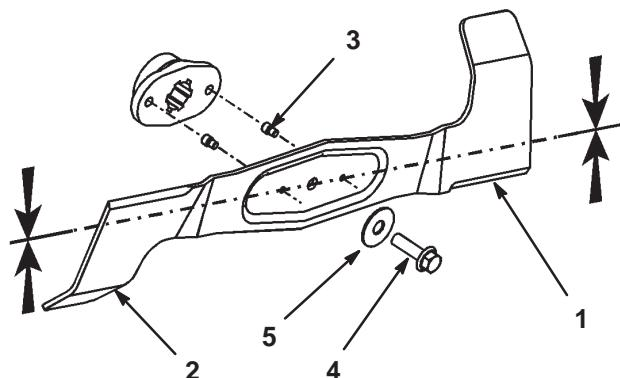

Bild 35
2. Untersuchen Sie die Schneidkanten (Bild 35). Bauen Sie die Schnittmesser aus, wenn die Kanten nicht scharf sind oder Kerben aufweisen. Schärfen Sie die Schnittmesser. Siehe Schärfen der Schnittmesser, Seite 34.
3. Untersuchen Sie die Schnittmesser, insbesondere die gebogenen Kanten (Bild 35). Bauen Sie ein neues Messer ein, wenn Sie eine Abnutzung oder Beschädigung dieses Bereichs feststellen.
4. Ersetzen Sie die Scherbolzen sofort, wenn Sie gebrochen sind (Bild 35).
3. Entfernen Sie die Messerschraube, Scheibe und das Schnittmesser (Bild 35). Sie können einen Holzklotz zwischen das Schnittmesser und das Schneidwerk keilen, um das Schnittmesser beim Entfernen der Schraube zu blockieren.
1. Bringen Sie Schnittmesser, die Scheibe und die Messerschraube an (Bild 35).